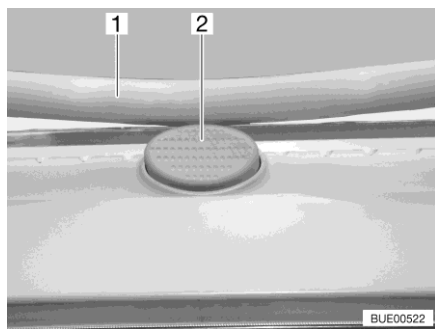

Fig. 115 Bottone di sicurezza (oblò Heki)
- Premere il bottone di sicurezza (Fig. 115,2) e tirare verso il basso la staffa (Fig. 115,1) con entrambe le mani.
- Premere la staffa verso l'alto con ambedue le mani, finché la staffa non poggia al di sopra del bottone di sicurezza (Fig. 115,2).